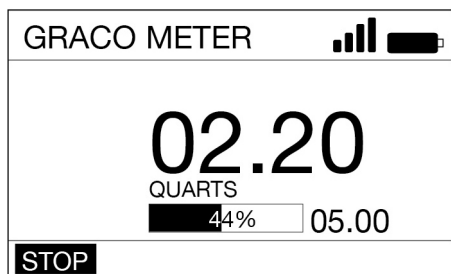

图 34
3. 使用向右或向左箭头选择“停止”(J)(图 34)。按下回车按钮。